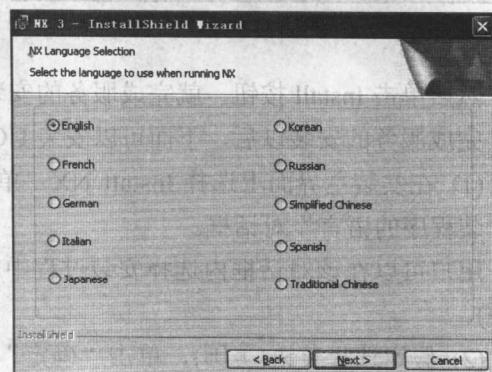

图 1-12 “语言选择”对话框
(6) 继续单击 Next 按钮, 弹出如图 1-12 所示的“语言选择”对话框。